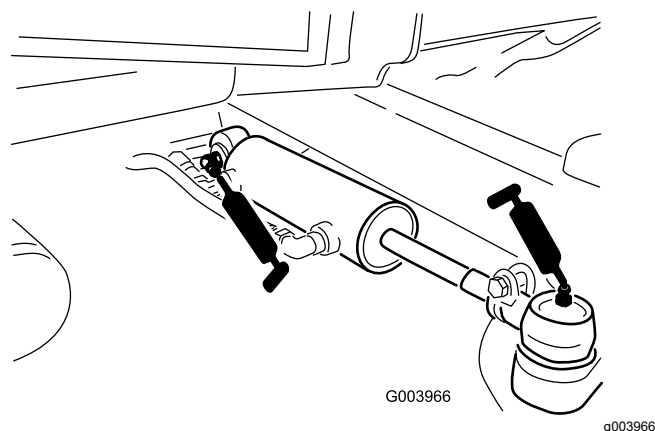

Figure 72
- Rotules de vérin de direction (2) (Figure 72)